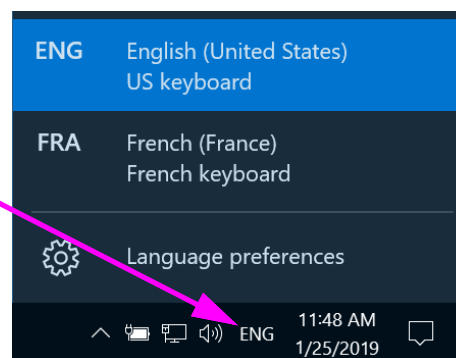

Figura C-21. Menu a discesa delle lingue nella schermata iniziale (Windows 10)
2. Fare clic sull'icona con tre lettere; viene visualizzato un menu simile a quello mostrato in alto nella Figura C-21.